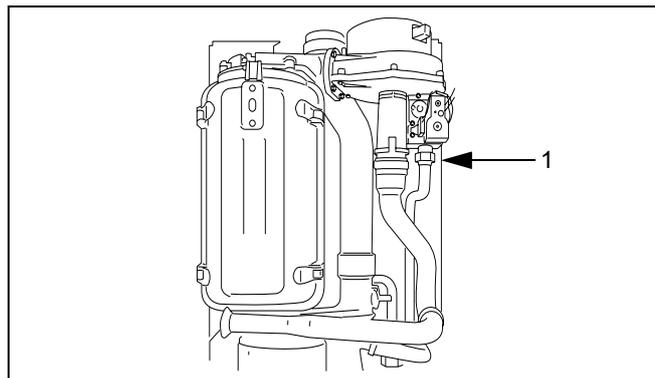

Fig. 37 Démontez le raccord du gaz
- Démontez le raccord entre le bloc gaz et l'unité air/gaz (fig. 37, pos. 1).